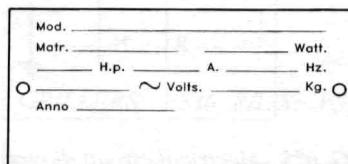

Рис. 2
**Внимание!** Электрические характеристики каждой машины обозначены на идентификационной табличке (рис. 2) на боковой поверхности корпуса. Прежде чем включать оборудование в сеть, прочтите п.4.2. инструкции.